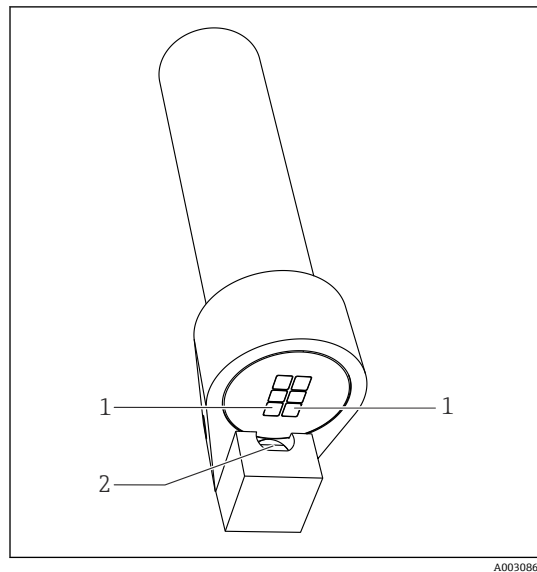

图 21 对准清洗单元
3. 安装清洗单元，使得安装短管正好位于两个 LED 光源旁（→ 图 21）。